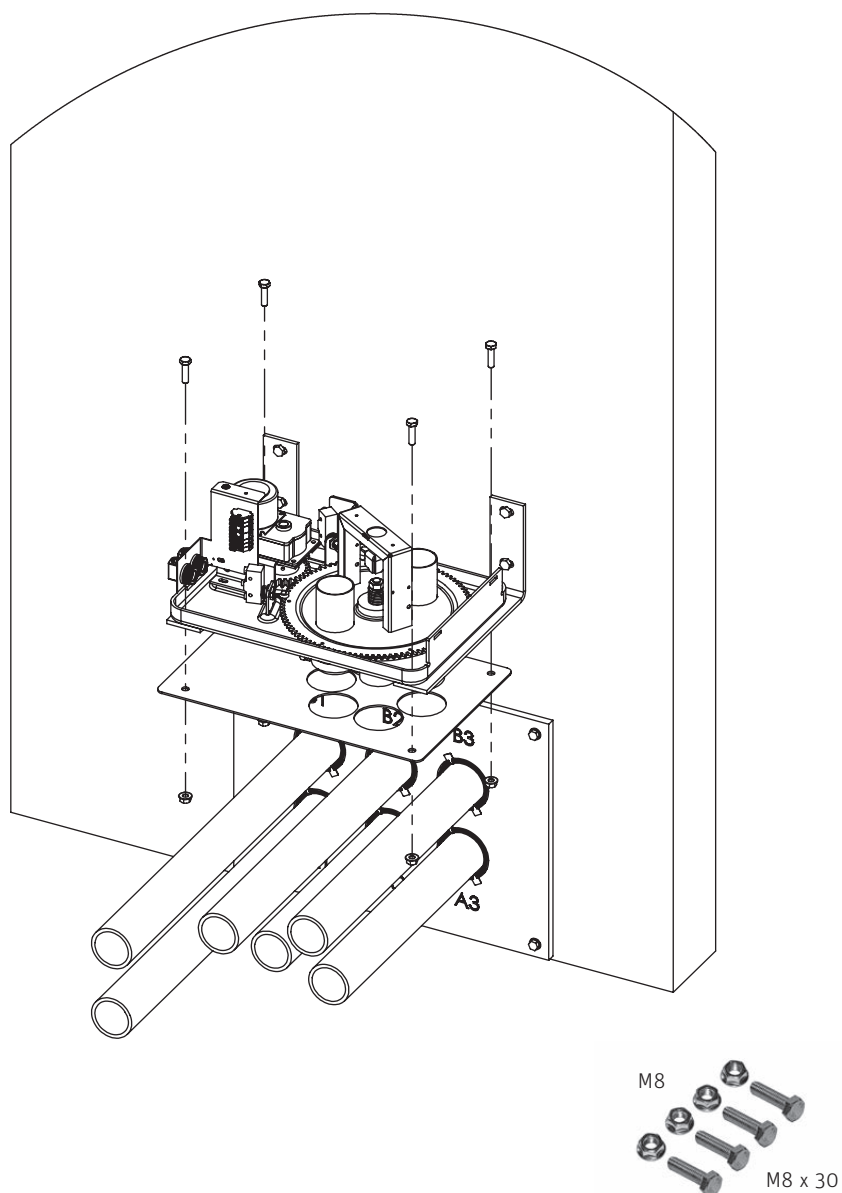

Fig. 38 Montage de l'unité de commutation et de la tôle de recouvrement
- Fixer l'unité de commutation et la tôle de recouvrement avec 4 vis à six pans a dents M8 x 30 et 4 écrous à dents de blocage M8 – Fig. 38.